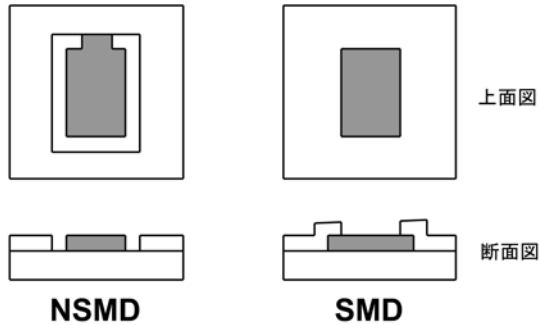

FIGURE 4. NSMD and SMD Pad Geometry
表面実装パッケージには、2種類のランド・パターンが使用されます。(1) 非ハンダ・マスク定義 (NSMD) のパッドのハンダ・マスク開口部は、金属パッドより大きくなります。(2) ハンダ・マスク定義 (SMD) のパッドのハンダ・マスク開口部は金属パッドより小さくなります。Figure 4 にこの2種類のパッド形状を示します。